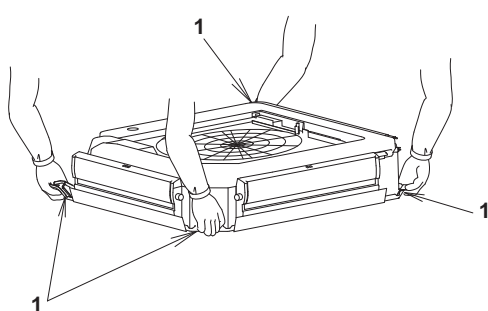

Bild 9
- Vid transport av inomhusenheten ska den hållas i metallbeslagen. (Se bild 9)